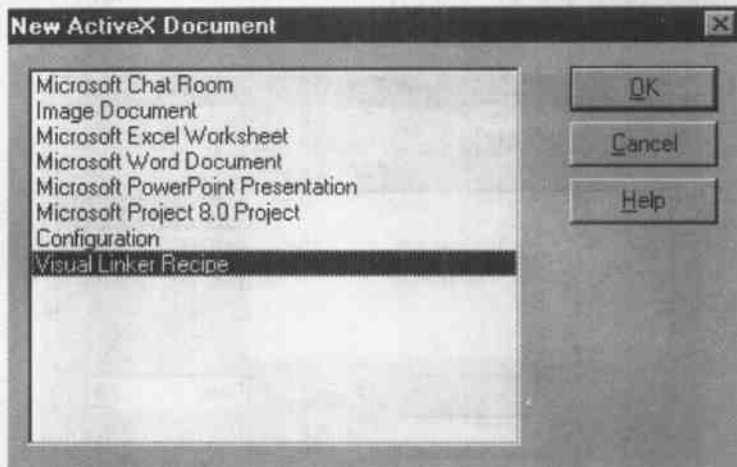

图 3.3 ActiveX 类型文档对话框
- (1) New→Source File 建立一个新的源文件,包括扩展名为 *.c、*.asm、*.h、*.cmd、*.gel、*.map 和 *.inc 等文件。
- (2) New→DSP/BIOS Configuration 建立一个新的 DSP/BIOS 配置文件。
- (3) New→Visual Linker Recipe 打开一个 Visual Linker Recipe 向导。
- (4) New→ActiveX Document 在 CCS 中打开一个 ActiveX 类型的文档(如 Microsoft word 或 Bitmap 等),当单击该命令后,将打开如图 3.3 所示的对话框。